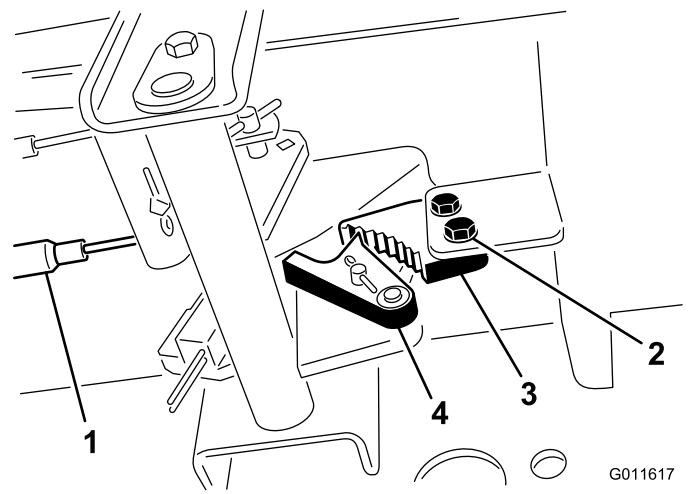

図 115
3. ブレーキのツメが戻り止めに完全に掛かるまで駐車ブレーキペダルを前に踏み込む 図 115。
2. 駐車ブレーキのツメをフレームに固定しているねじ2本をゆるめる 図 115。